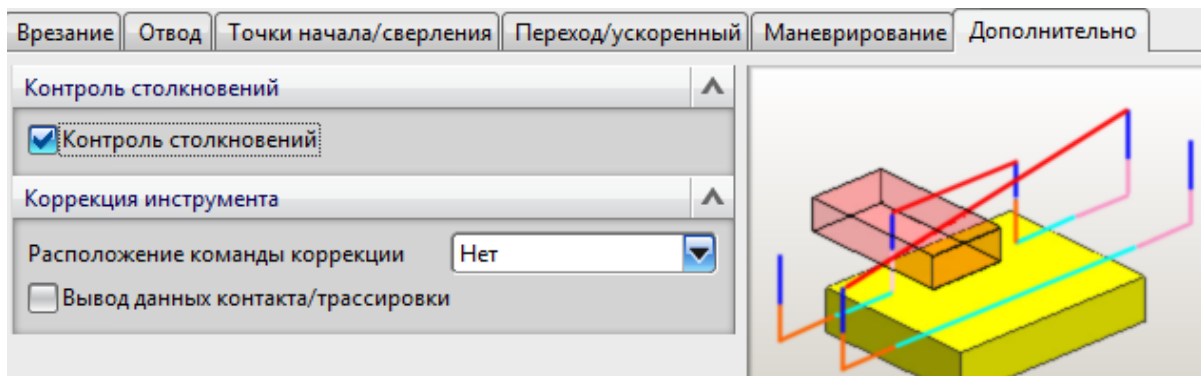

Рис. 2.34. Включение опции «Контроль столкновений»
- включите опцию **Контроль столкновений** в настройках **Вспомогательные перемещения** (см. рис. 2.34). Траектория инструмента будет обходить места установки прихватов автоматически;